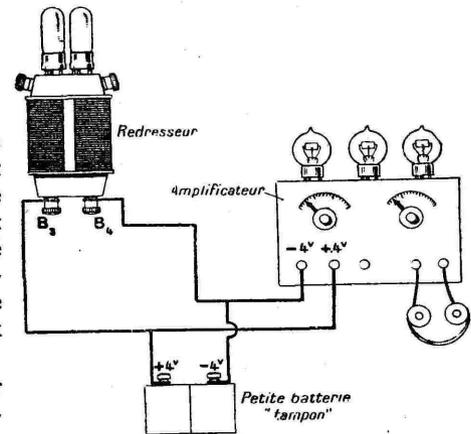

Fig. 3.
3° Enfin l'appareil permet encore, ce qui est très intéressant, le chauffage direct des filaments des lampes par le courant alternatif. Le schéma d'utilisation est très simple (1). Les bornes de l'amplificateur reliées normalement à un accumulateur sont simplement connectées aux bornes B3 et B4 de l'appareil. Une batterie d'accumulateurs de très faible capacité A1 est placée « en tampon » (fig. 3).